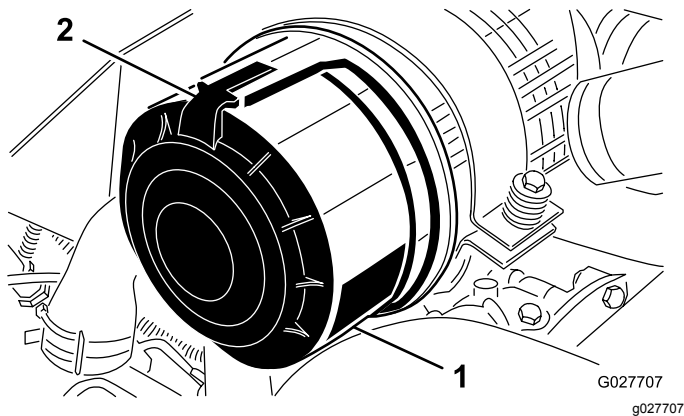

Figura 61
1. Abra los enganches que sujetan la tapa del limpiador de aire a la carcasa del limpiador de aire (Figura 61).